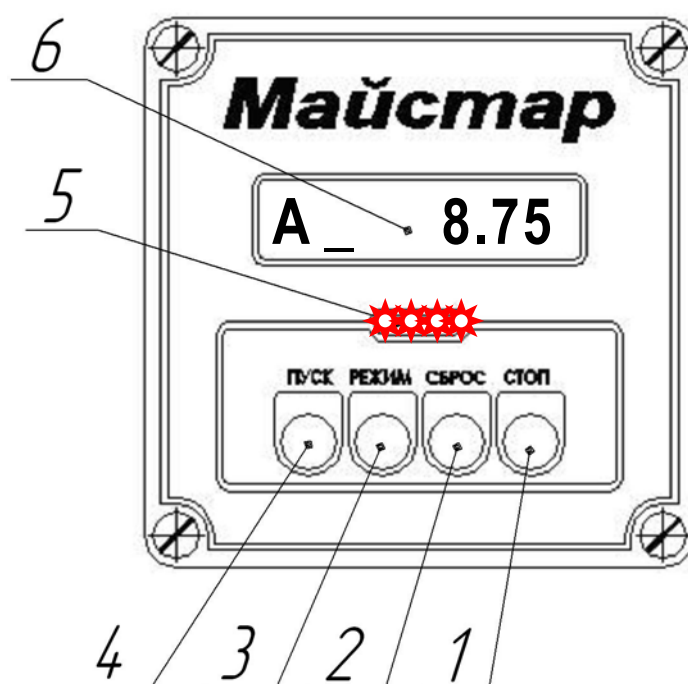

Рисунок 15 – Пульт управления:
**Пульт управления** предназначен для выбора режима доения и отображения на дисплее состояния оборудования и количества выдоенного молока. Включает: (рисунок 15) корпус, кнопки управления, дисплей и светодиоды сигнализации.